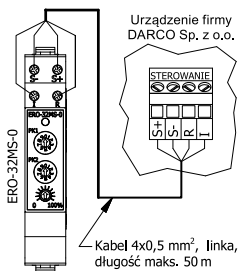

Rysunek 1. Budowa regulatora.
1. Jeden z zaczipów (rys.1 poz.1) zahaczyć o szynę TS-35.
2. Wkrętakiem płaskim odciągnąć drugi zaczip (rys.1 poz.1) i docisnąć regulator do szyny TS-35.
3. Zwolnić odciągnięty zaczip (rys.1 poz.1).
Regulator posiada jedno 4-pinowe złącze (rys.1 poz.2) do przyłączenia przewodu z urządzenia sterowanego. **Zaleca się, aby połączenie to zostało wykonane za pomocą kabla 4-żyłowego typu linka o przekroju 4x0,5 mm2 (patrz rysunek 2).**
Regulator posiada jedno 4-pinowe złącze (rys.1 poz.2) do przyłączenia przewodów zasilającego i z urządzenia sterowanego. **Zaleca się, aby połączenia te zostały wykonane za pomocą kabli 2-żyłowych typu linka o przekroju 2x0,5 mm2 (patrz rysunek 3).**
Przed włączeniem napięcia zasilającego regulator należy dokonać wyboru urządzenia, którym będzie on sterował. Wyboru tego dokonuje się za pomocą dwóch przełączników kodujących PK1 i PK2 (rys.1 poz.4) zgodnie z informacjami zawartymi w tabelach 1a i 1b. Sterownik po włączeniu zasilania miga kontrolką (rys.1 poz.3) potwierdzając typ wybranego urządzenia (kolejno kolorem zielonym, czerwonym i żółtym).
Zmiany prędkości obrotowego sterowanego urządzenia lub nastawy zadanego napięcia, dokonuje się za pomocą pokrętki (rys.1 poz.5). Jego przekręcenie w lewe skrajne położenie powoduje przejście regulatora w tryb uśpienia.